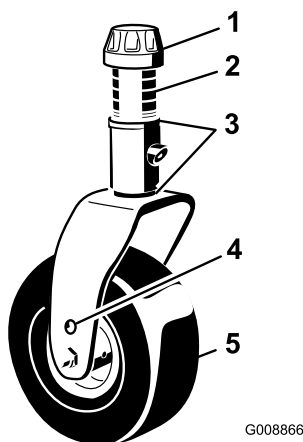

Figura 121
1. Togliete il cappuccio di tensione dall'asse del perno ed estraete il perno dal braccio della ruota orientabile (Figura 121).